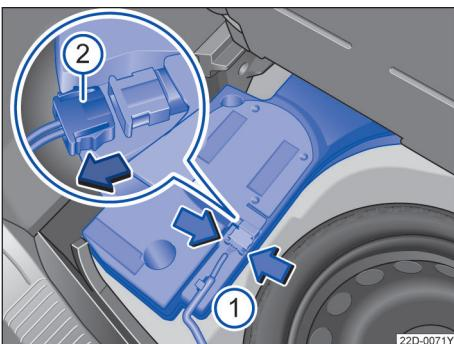

图 157 行李厢内：拆下重低音扬声器
- 用手捏住定位凸缘 → 图 157（箭头 ①）并压紧到止位，并断开连接插头 ②。
- 拔出连接插头 ②，并将拔出的导线放置一边。